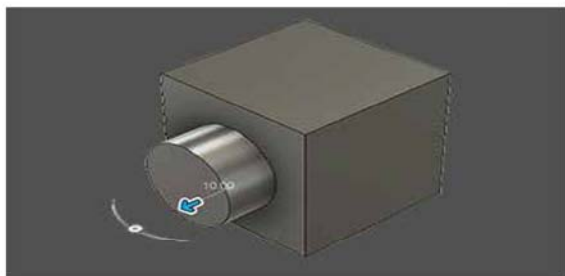

图 2-44
(1) **拉伸**: 为闭合的草图轮廓或平整面增加深度。选择轮廓或平整面, 然后指定要拉伸的距离, 如图 2-44 所示。